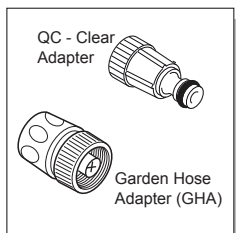

Fig. 11
- Installez l'adaptateur tuyau (Garden Hose Adapter= GHA) et le raccord à branchement rapide (Quick Connect). Le GHA est composé de deux pièces séparées. (1) Un adaptateur en plastique transparente avec un filtre (long 3 pouces environ) et (2) une rondelle d'attache noire et bleue (Figure 11).